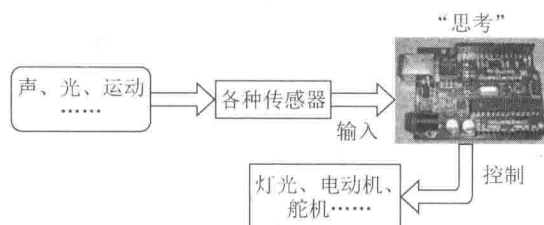

图 0-5 Arduino 通过传感器进行控制
1) Arduino 能通过各种各样的传感器来感知环境，通过控制灯光、电动机和其他装置来反馈和影响环境，如图 0-5 所示。如果将 Arduino 和继电器相结合，就可以创造出新的控制方式来控制我们身边的电器。